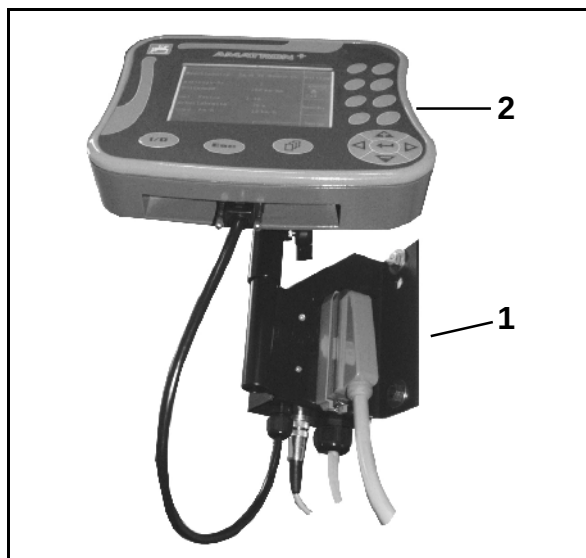

Fig. 171
- Durante el montaje del equipamiento básico del remolcador preste atención (Fig. 171/1), a que la distancia hacia el aparato de radio o bien a la antena de radio sea de por lo menos 1 m.
1. Monte el equipamiento básico del remolcador (Fig. 171/1) (consola con distribuidor) libre de vibraciones y con conducción eléctrica (quitar la pintura en el sitio de fijación) en la cabina a la vista y a la mano derecha del conductor.
2. Enchufe el soporte con el ordenador (Fig. 171/2) sobre el tubo de la consola.